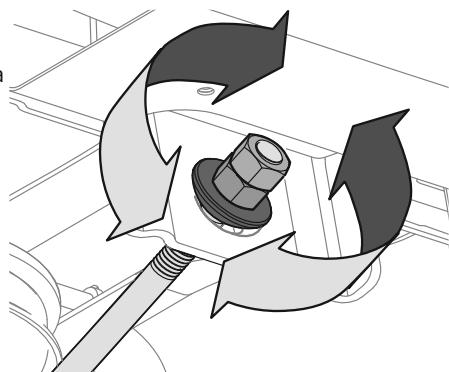

Figura 29
4. Para *elevar* el frente de la plataforma, afloje la tuerca exterior y luego apriete (rosca hacia adentro) la tuerca interior contra el soporte de suspensión delantera. Consulte la Figura 29. Cuando se logre el torque correcto, vuelva a apretar la tuerca exterior hasta 25-30 pies-libras (34-40.7 N·m).
3. Retire la varilla de la guarda de la correa (a) de alrededor de la polea del motor del tractor, sacando el tornillo autorroscante (b) que le asegura. Consulte la Figura 29.